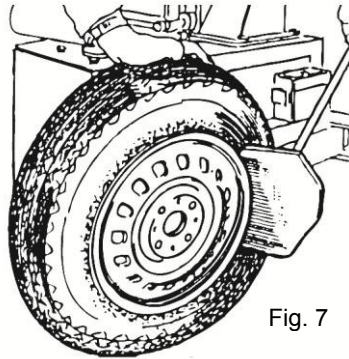

Fig. 7
- Öppna armen med spaken för hand och rulla in hjulet till önskad punkt. Tryck kanten mot gummistödet på maskinen och placera skon på 10 mm avstånd från fälgen (bild 7).